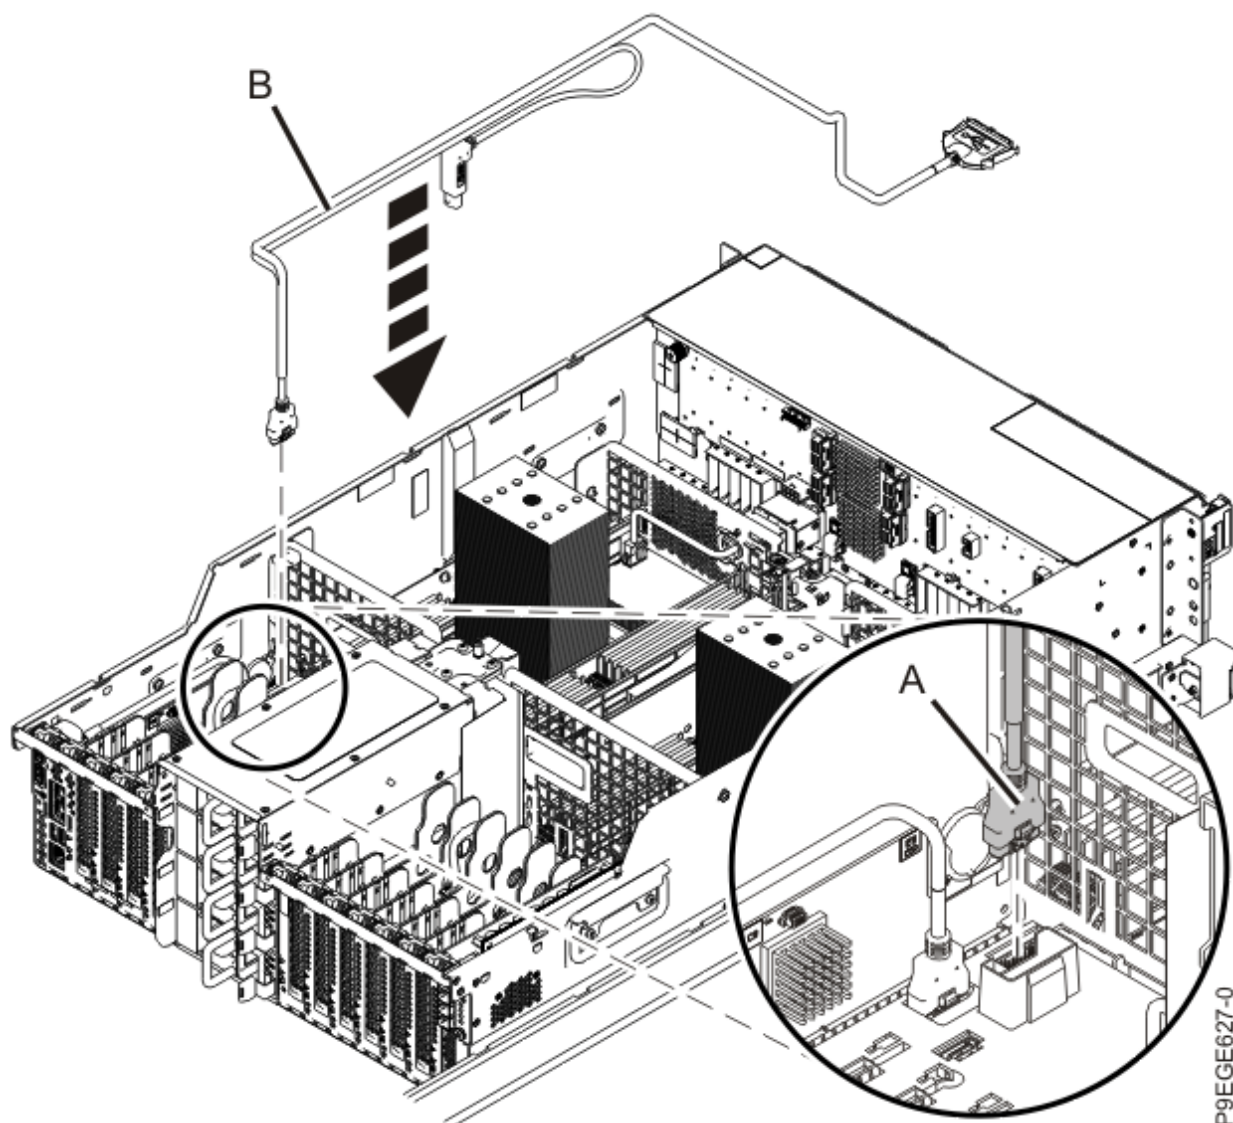

Figura 26. Com tornar a posar el cable frontal USB a la placa posterior del sistema
6. Endol·leu el connector USB **(A)** del cable USB **(B)** a la placa posterior del sistema, tal com es mostra a la Figura 26 a la pàgina 28.